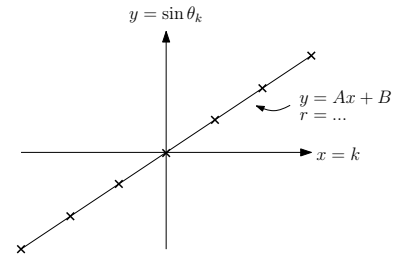

Figure 18 – Résultat régression linéaire
- ✘ Sachant que $\sin \theta_k = \frac{k\lambda}{a}$, on trace $\sin \theta_k$ en fonction de k (voir figure 18) : on obtient une droite de pente $p = \frac{\lambda}{a}$.